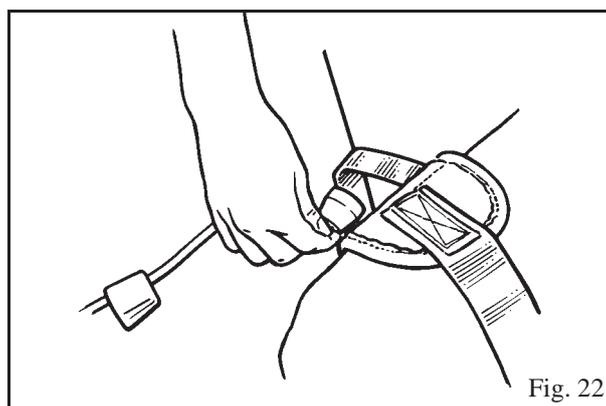

Fig. 22
1. Identifique a correia de fixação de cada seção da perna da cesta e prenda o cordão de fixação direito na correia esquerda, repetindo o procedimento do outro lado. (Veja Fig. 22 e Fig. 17 para fixação dos cordões)